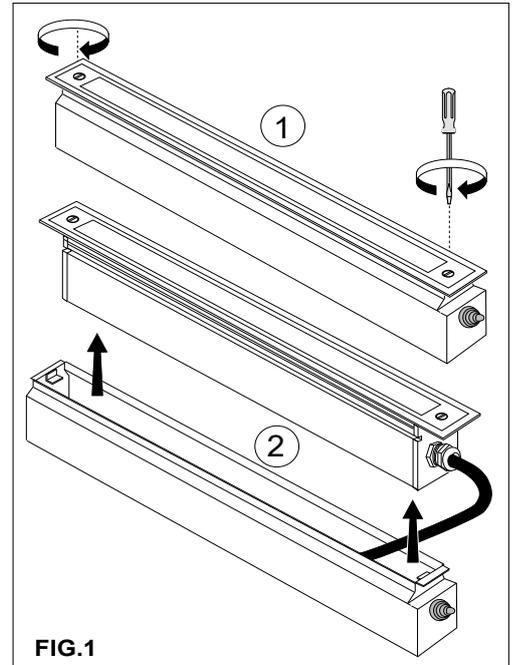

FIG.1
- Separare l'apparecchio dalla cassaforma allentando le viti di fissaggio della cornice in acciaio inox (**attenzione**: piastra e corpo sono inseparabili. **FIG.1**)
- Separate the fixture from the housing loosening the screws on the steel frame (**attention**: plate and body can't be separated). **FIG 1**